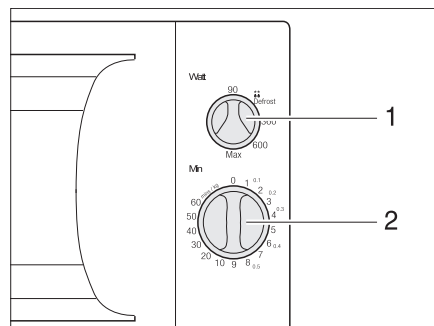

Bild 127 Bedienelemente für Mikrowellengerät
- Am Drehregler (Bild 127,1) Leistung wählen.
- Am Drehregler (Bild 127,2) Garzeit wählen. Der Garvorgang beginnt.